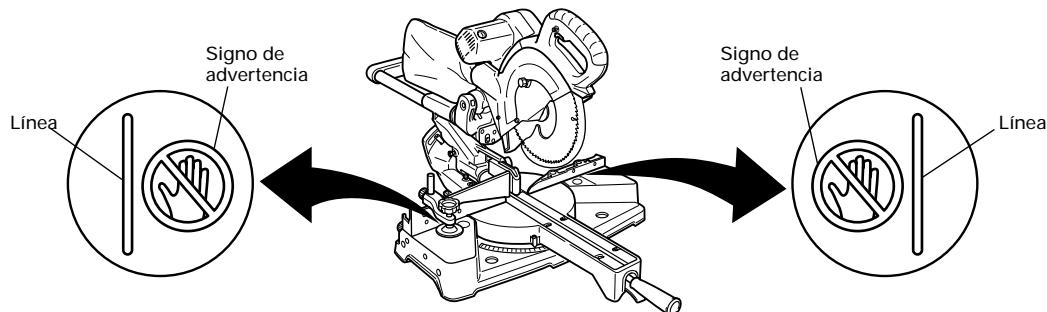

Fig. 22
- \* No coloque nunca sus miembros dentro de la línea cerca del signo de advertencia mientras esté utilizando la herramienta. Esto podría resultar peligroso (consulte la Fig. 22).